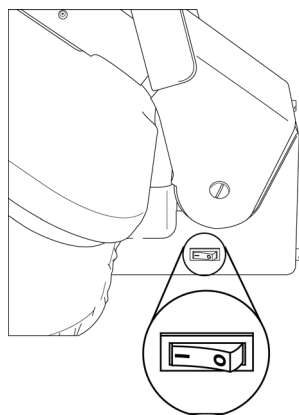

FIGURE 1
IMPORTANT: L'Arrêt Automatique n'indique pas que l'alimentation électrique destinée à l'unité est complètement coupée. L'appareil est toujours en fonctionnement, et le Voyant Puissance reste allumé jusqu'à ce que l'Interrupteur Marche/Arrêt soit mis en position "Fermée" (O) (FIGURE 1, page 6).
1. Avec la Plaque de Repassage en position 'levée', branchez le cordon électrique dans la prise de courant électrique, et mettez l'Interrupteur Marche/Arrêt en position "Marche" (I) (FIGURE 1).